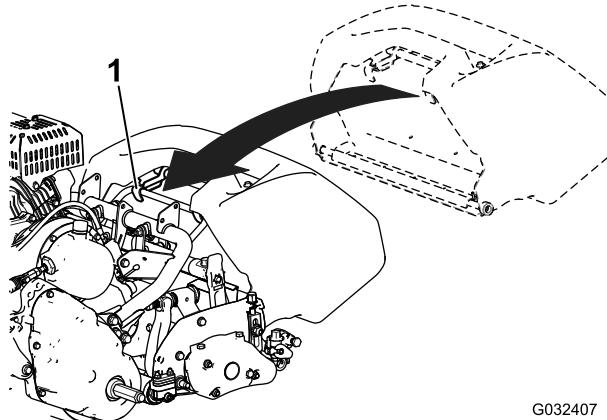

図 11
1. バスケットのハンドルをつかむ図11。
- バスケットのリップ部をカッティングユニットの左右のサイドプレートの中央部に合わせて前ローラの上にセットする図 11。
- フレームループの上からバスケットを取り付ける図 11。